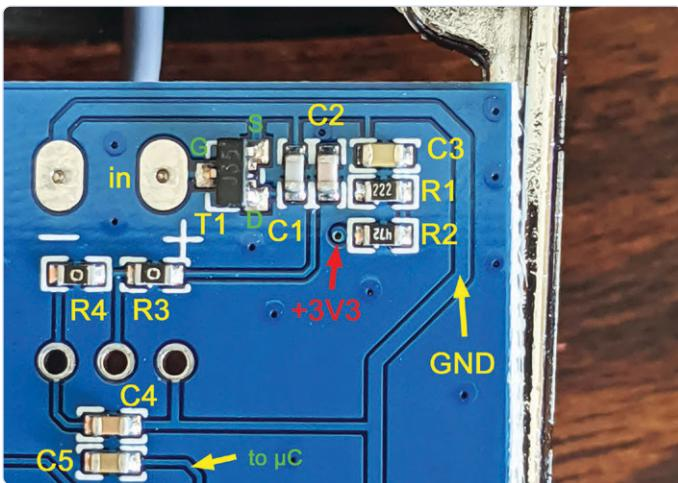

Figure 4. Détail du circuit du convertisseur d'impédance avec annotations.
**La figure 4** montre une partie du circuit imprimé autour de ce JFET. Une conversion d'impédance est nécessaire, car la capacité de la membrane du microphone est très faible et son impédance pour les signaux audio est très élevée. Le gain introduit par T1 permet d'obtenir un niveau de sortie plus élevé. **La figure 5** donne le schéma du circuit de la **figure 4**. R2 est utilisée avec C3 pour lisser la tension d'alimentation. R1 et R2 ensemble chutent d'environ 1,7 V ; le courant de drain est donc d'environ 245  $\mu$ A.